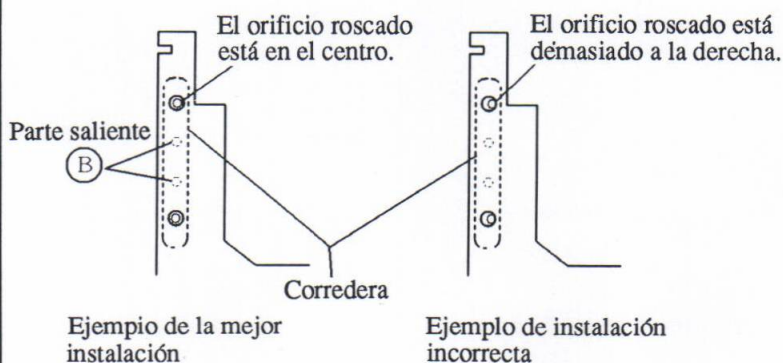

Figura 14
6. Después de volver a comprobar si el orificio roscado de la corredera está colocado en el centro del orificio roscado de la bandeja 1, como se muestra en la figura 14, apriete con los tornillos C1 y C2, por este orden.